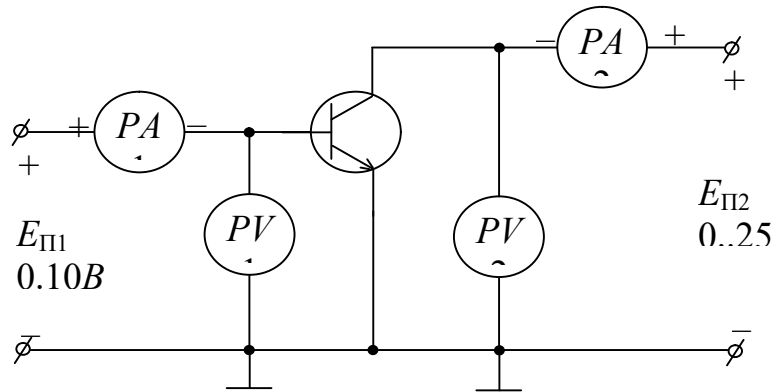

Рис.3.5.б. Схема включения $n-p-n$ транзистора в схеме с ОЭ для снятия
10. Собрать схему для снятия характеристик транзистора при включении его по схеме ОЭ, изображенной на рис. 3.5, а или 3.5, б в зависимости от структуры транзистора. **ВНИМАНИЕ!** Общие точки вольтметров соединять согласно схеме.
Рис.3.5 а. Схема включения $p-n-p$ транзистора в схеме с ОЭ для снятия